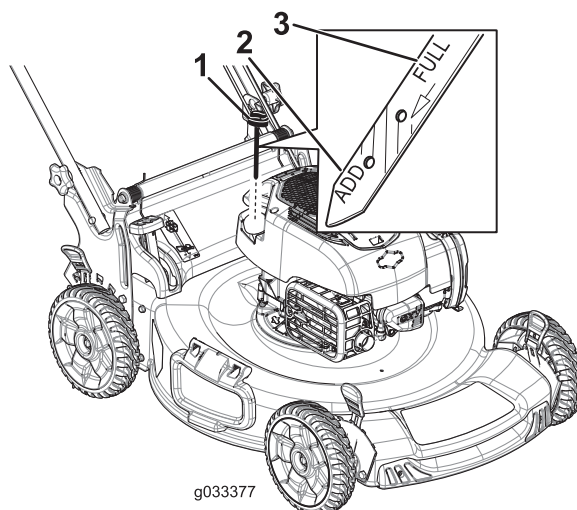

Figure 32
2. Retirez la jauge (Figure 32).
4. Versez de l'huile **lentement** dans le goulot de remplissage pour faire monter le niveau jusqu'au repère du plein (**Full**) sur la jauge (Figure 32). **Ne remplissez pas excessivement.**